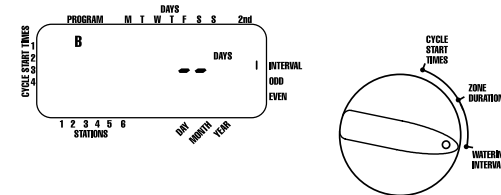

FIGURA 7: Display a cristalli liquidi con intervalli d'irrigazione
- Ruotare il quadrante circolare su WATERING INTERVAL (INTERVALLO D'IRRIGAZIONE). Il cursore lampeggerà sul lato sinistro della parola INTERVAL (INTERVALLO). [vedi Figura 7].